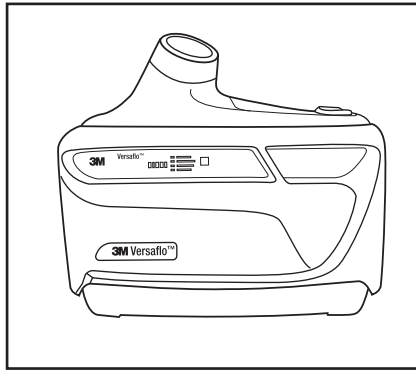

Fig. 13 – Respirateur d'épuration d'air propulsé TR-800 Versaflo^{MC} 3M^{MC} avec étiquette de filtre ou de cartouche visible
- Si on utilise le protège-filtre, s'assurer que l'étiquette du filtre ou de la cartouche est visible à travers la fenêtre de visualisation du protège-filtre (Fig. 13).